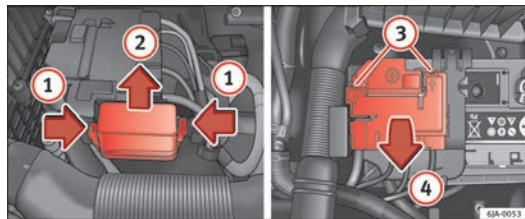

Abb. 144 Batterie: Sicherungsdeckel (Ausführung 1)
- Drücken Sie gleichzeitig auf die flexiblen Laschen des Sicherungsdeckels in Pfeilrichtung ① ⇒ Abb. 144.
- Ziehen Sie den Deckel in Pfeilrichtung ② ab.
- Entriegeln Sie mit einem flachen Schraubendreher die Sicherungsmechanismen in den Öffnungen ③.
- Öffnen Sie die Klappe in Pfeilrichtung ④.